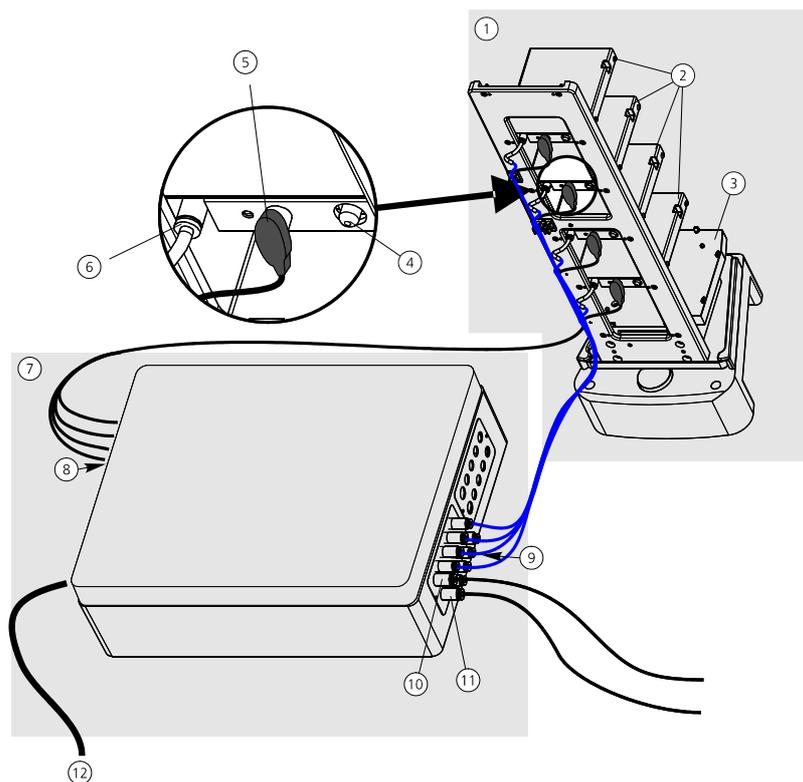

Abb. 90: Entdeckelungsstation (statisch)
4. Betätigen Sie den Taster an der Rückseite der Deckelablage (→ *Punkt 4; Abb. 90*)